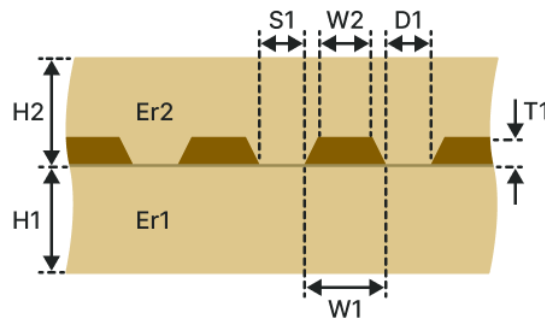

Рис. 181 Копланарная дифференциальная заглубленная ЛП (КДЗ-1Н1В)
- Копланарная дифференциальная заглубленная ЛП (КДЗ-1Н1В), см. Рис. 181.